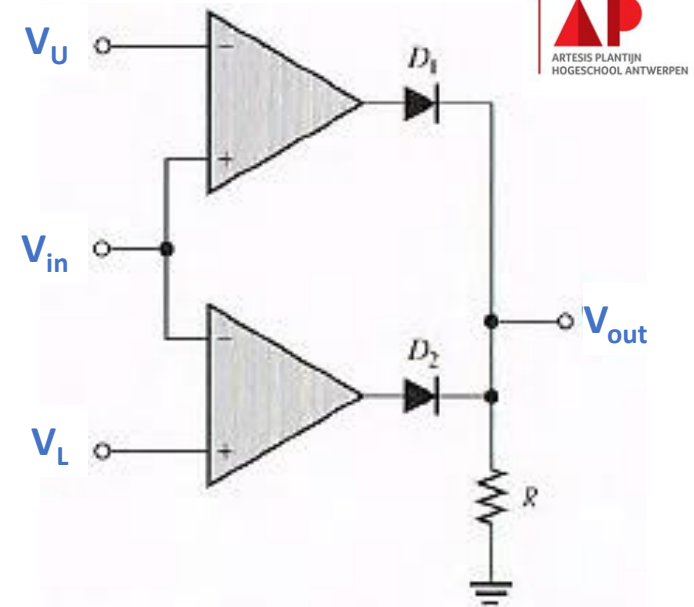

FIGURE 8-15 A basic window comparator.
- 2 individuele opamp-comparators geplaatst zoals in fig. 8-15 vormen een window comparator. De schakeling detecteert of eeningangssignaal tussen twee grenzen ligt of niet. De grenzen worden bovengrens V_U (upper) en benedengrens V_L (lower) genoemd. Samen worden ze het “window” genoemd.